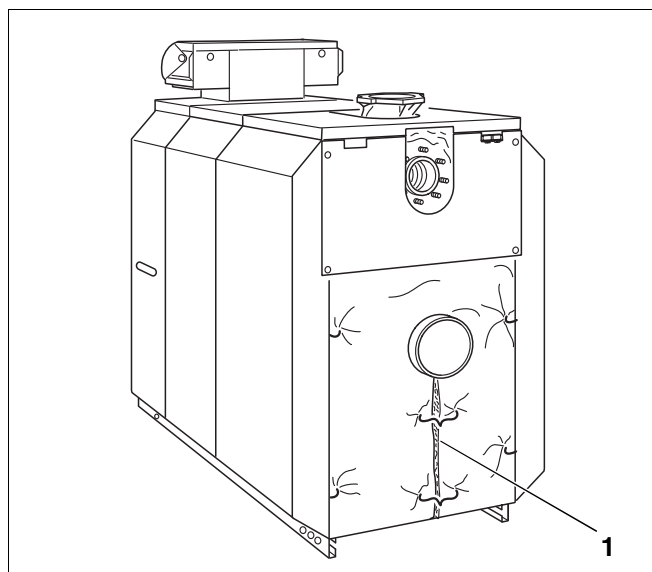

Fig. 59
- Vip isoleringen til det bageste element ned, og træk den sammen med spændefjedrene neden under røggasstudsens. (Fig. 59, **pos. 1**).